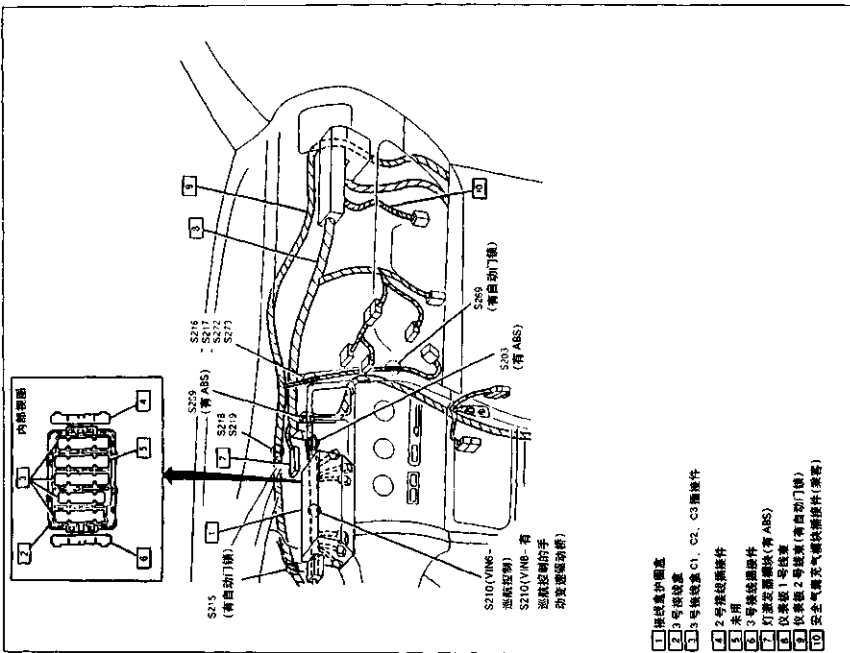

图 13-6 仪表板右侧
- 接点 S269: 仪表板 2 号线束, 距自动门锁控制模块接头接口约 24cm 图 13-6